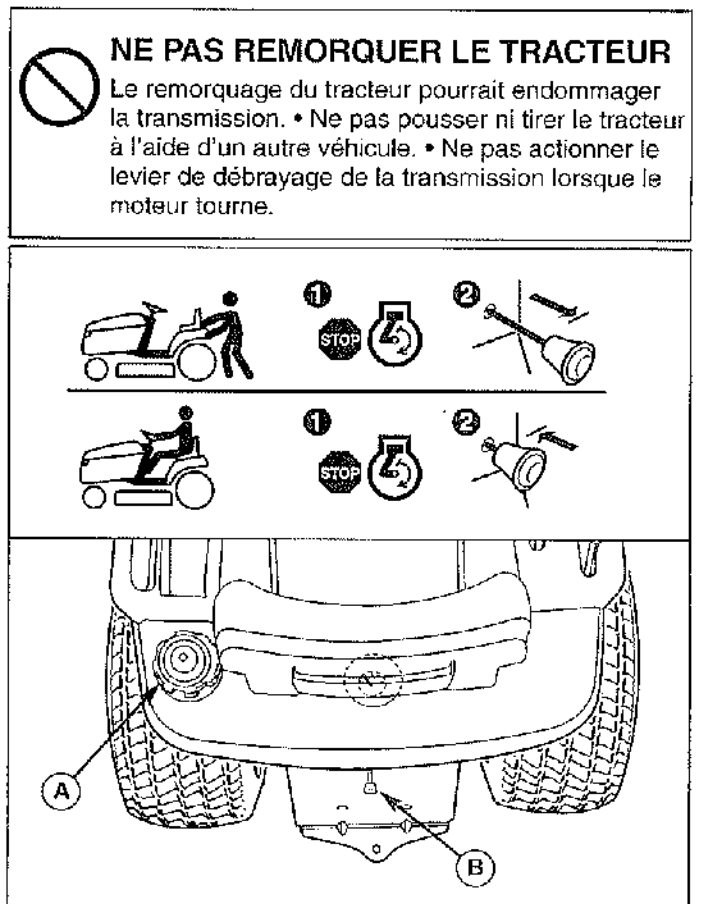

Figure 4. Levier de débrayage de la transmission et réservoir d'essence
1. Retirer le bouchon du réservoir de carburant (A, figure 4).
2. Tirer le levier de débrayage de la transmission en arrière d'environ 6,4 cm pour le verrouiller en position débrayée (figure 4).